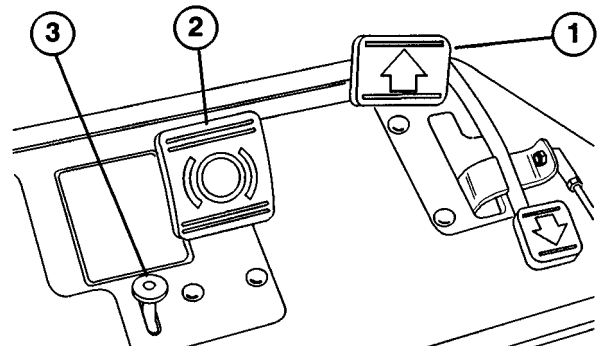
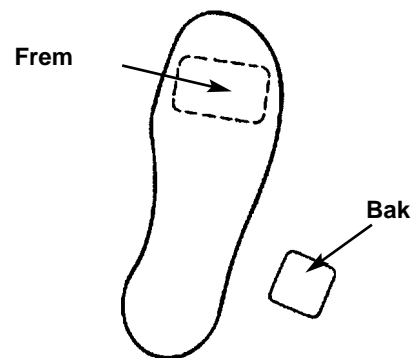

Fig. 8
Fig. 9
**Manøvrepedal** (Fig. 8)—Manøvrepedalen har tre funktioner: 1) at få maskinen til at køre fremad, 2) til at bakke og 3) til at standse. Pedalens øverste del trykkes ned for at køre fremad og den nederste del trykkes ned for at bakke eller for at standse maskinen, når den kører fremad. Man kan også sætte pedalen i frigear, når man ønsker at standse maskinen. Man må ikke hvile hælen på pedalen i bakgear, når man kører fremad (Fig. 9).
**Bremsepedal** (Fig. 8)—Bremsepedalen aktiverer en mekanisk tromlebremse af automobiltypen. Der sidder en bremse ved hvert trækjul.
**Parkeringsbremseknop** (Fig. 8)—Når bremsepedalen trædes ned for at aktivere bremserne, så kan man ved at trykke på den lille knap, der er vist, holde bremserne aktiverede under parkering. Bremserne udløses ved at træde ned på bremsepedalen. Inden man forlader maskinen, skal man vænne sig til at låse parkeringsbremsen.